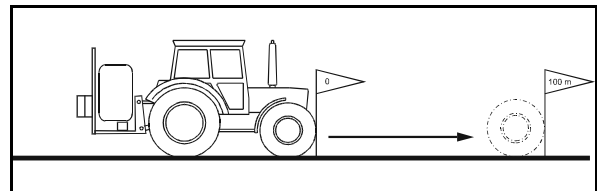

Fig. 61
2. Markieren Sie Anfangs- und Endpunkt (Fig. 61).